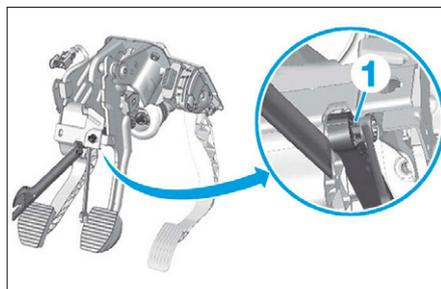

FIG. 14
- A l'aide d'une clé à oeil de 10, pincer les ergots du clip de verrouillage (1) (Fig.14).